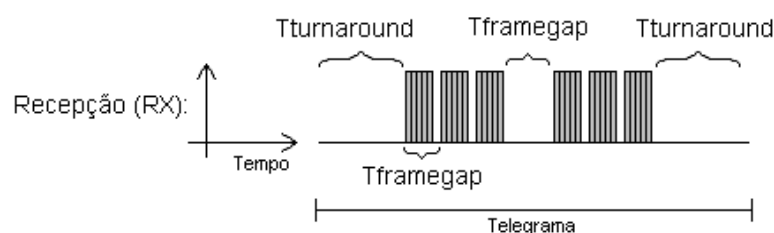

Figura 2.3: Recepción de datos BACnet
Recepción (RX): El tiempo máximo entre cada byte ($T_{framegap}$) es de 20 bit times. El tiempo mínimo entre frames ($T_{turnaround}$) luego del "stop bit" del último byte del frame es de 40 bit times, conforme presenta la Figura 2.3.